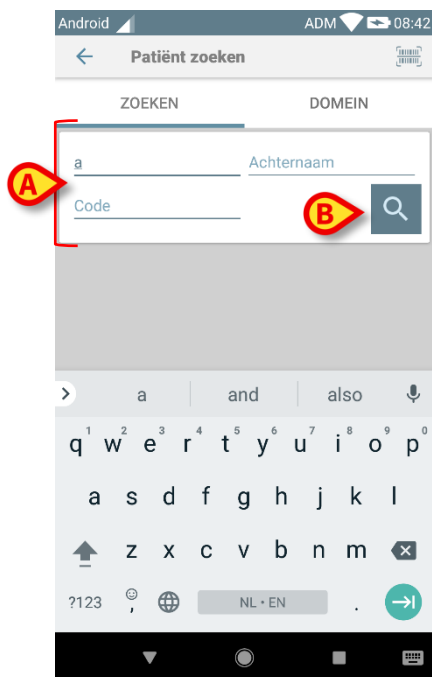

Fig 34
- Voer de patiëntgegevens in de in Fig 34 **A** aangegeven velden in (voornaam, naam, code) en klik daarna op de toets **Zoeken** (Fig 34 **B**). Er mag gedeeltelijke informatie worden ingevoerd.